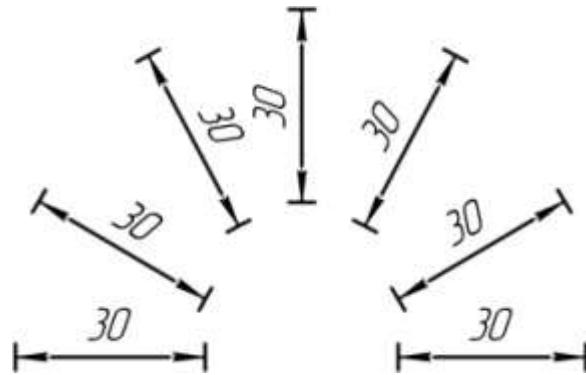

Рис.1.9
12) Розмірні числа ставлять над розмірною лінією (рис. 1.9).